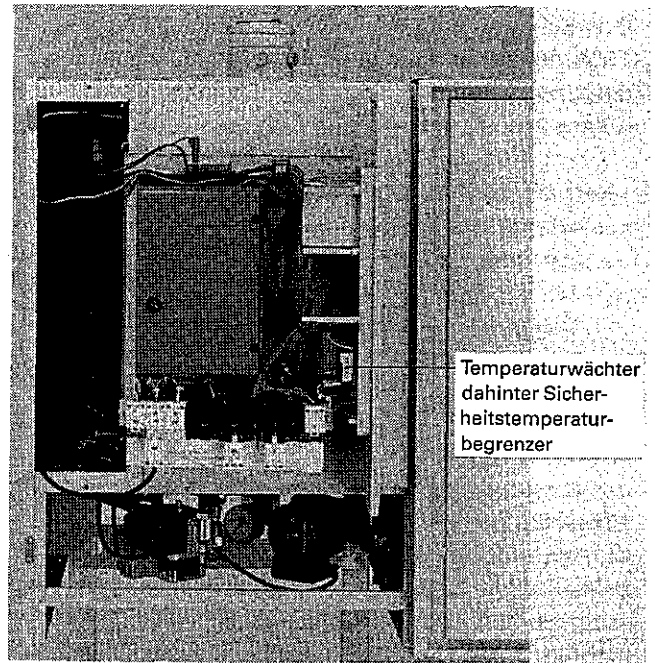

Abb. 54
2. Schrauben im Frontblech der Viessmann Miromatik-MC lösen, Viessmann Miromatik-MC herausziehen und in Servicestellung an den dafür vorgesehenen Bolzen einhängen (Abb. 54).